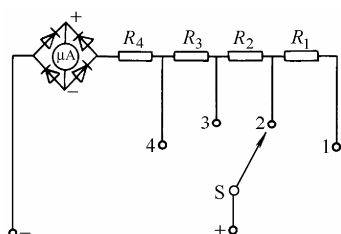

图 3-15 万用表测量
3. 万用表测量交流电压的电路 如图 3-15 所示, 它与测量直流电压的原理和方法相同, 所不同的是增加了一个桥式整流器, 使交流电流经过整流后再通过表头。